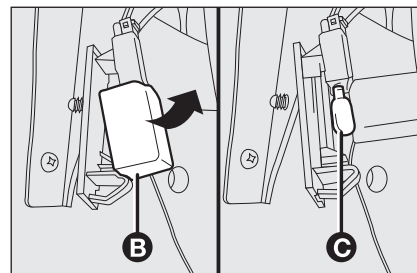

fig. 29
- ☐ abrir la protección de la lámpara **B-fig. 29** y sustituir la lámpara **C** introducida a presión;